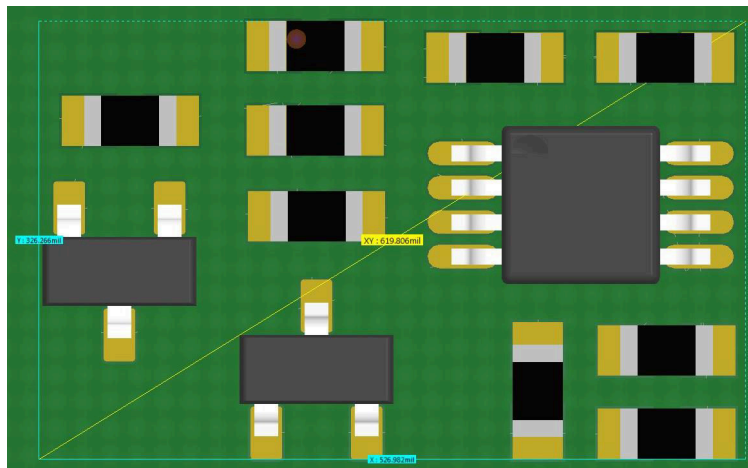

图 2-4. 两个 TL431LI + 双路比较器示例布局
- 两个 TL431LI + 两个比较器**：此解决方案使用四个较低成本的元件构建出一个欠压和过压监控解决方案。该解决方案需要至少四个外部电阻器来设置两个 TL431LI 器件的故障阈值，另外这两个器件还各自需要两个上拉电阻器。如果需要进行电平转换，则还要为每个比较器另外连接两个外部电阻器。尽管此解决方案成本较低，但器件尺寸加上外部元件通常导致该解决方案尺寸较大，如图 2-4 中所示。监控精度取决于 TL431LI 的等级以及所用电阻器的等级。此解决方案提供 3% 至 6% 的典型监控精度，但不提供精确磁滞。